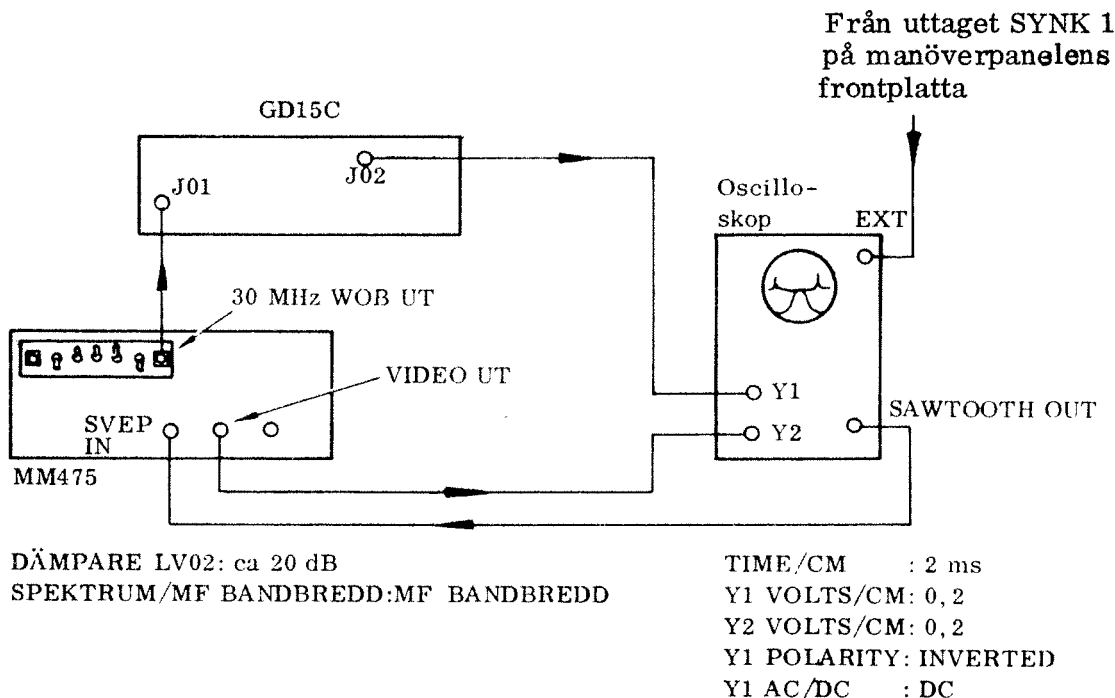

Bild 26
- 4.1.21.1 Koppla upp enligt bild 26.